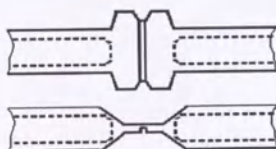

Рис. 7 - Вид запаянного шва
10.4. После погасания на ВЗГ индикатора подачи ВЧ электромагнитного поля через 0,5–1 с отпустите рычаг ВЗГ, извлеките магистраль из рабочей зоны и проконтролируйте качество запаянного шва на соответствие Рис. 7